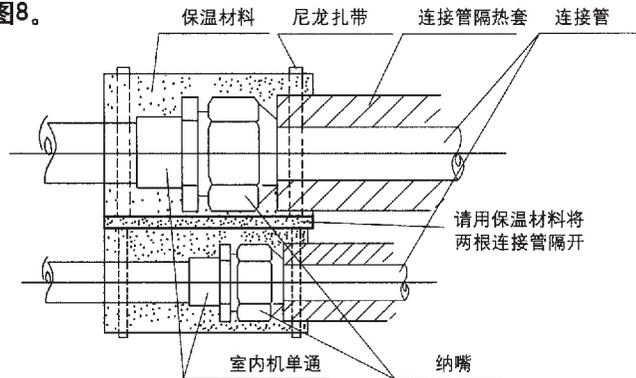

图8
- (4) 请将带波纹一端的连接管安装在室内侧。
- 3 管道安装后用附件①保温材料包住所有扩口管连接部分，并用附件⑩尼龙扎带固定，如图8。